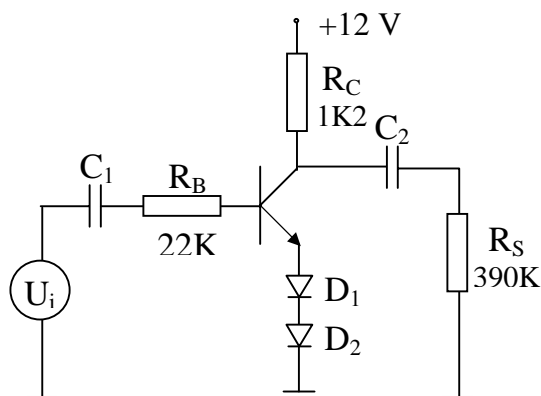

Fig.7.11
3.5 Pentru studiul clasei AB funcționare se utilizează montajul din fig. 7.11: